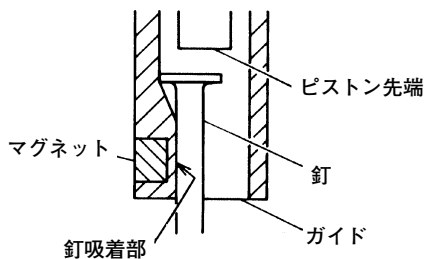

図 5
- (1) 釘の軸を指で軽く持ち、釘頭をガイド内にさし入れ、図 5 のようにマグネット付近に釘を吸着保持してください。